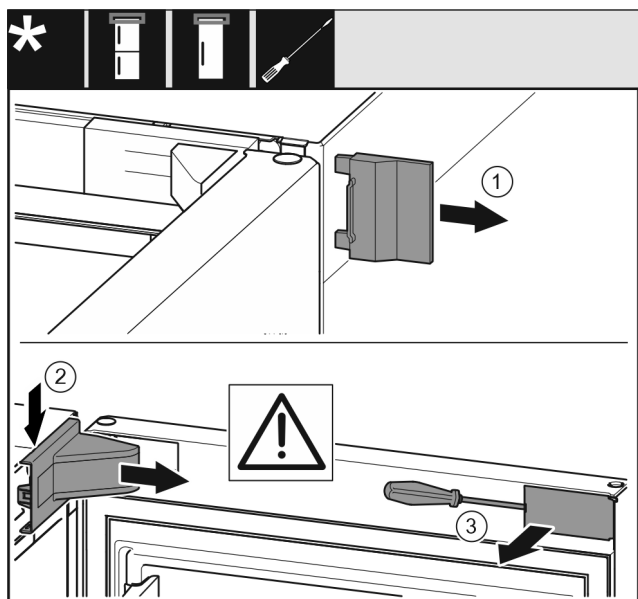

Fig. 12 *
- Odoberte vonkajší kryt Fig. 12 (1).*
- Odistite a odoberte kryt ložiskovej konzoly Fig. 12 (2).*
- Odistite kryt Fig. 12 (3) plochým skrutkovačom a odklopte ho do strany.*